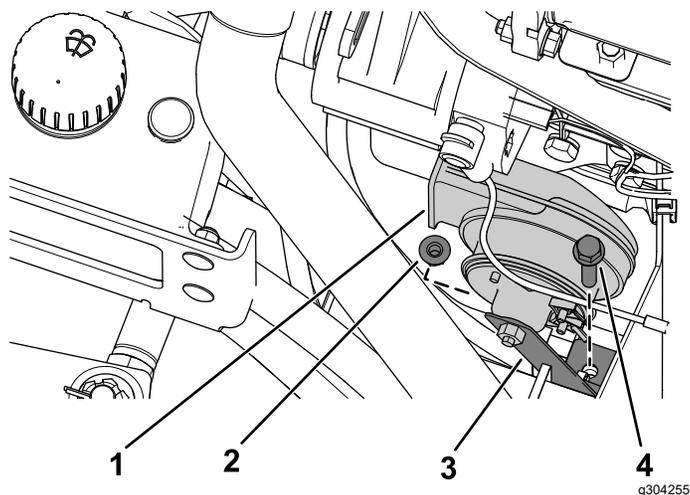

Figura 33
- 13. Fije el claxon al soporte de montaje de claxon con el perno y la tuerca que retiró anteriormente (Figura 33).